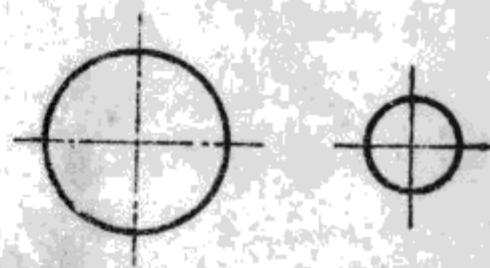

图 3.13 圆的中心线
7. 各圆的中心应由锁线短划的相交标云, 锁线应起云圆外 4~8 公厘。在直径等于或小于 12 公厘的圆中, 中心线应该用细实线作云 (图 3.13)。